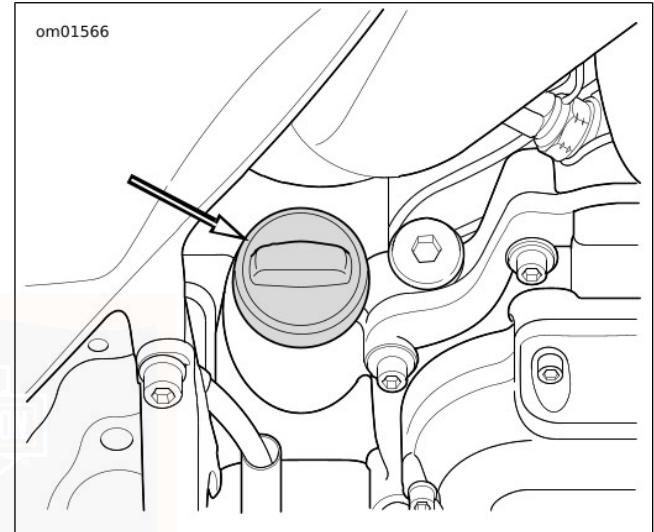

Figure 48. Bouchon de remplissage d'huile moteur
2. Voir Figure 48. Enlever le bouchon de remplissage/la jauge et essuyer la jauge. Introduire la jauge dans le bec de remplissage et la visser.
3. Voir Figure 48. Enlever le bouchon de remplissage/la jauge et essuyer la jauge. Introduire la jauge dans le bec de remplissage et la visser.